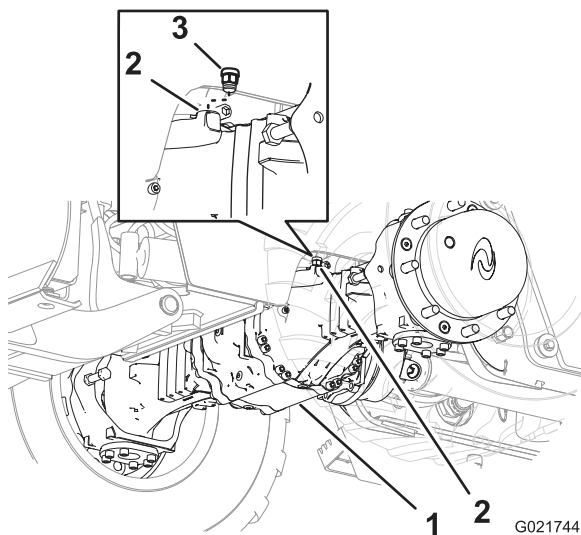
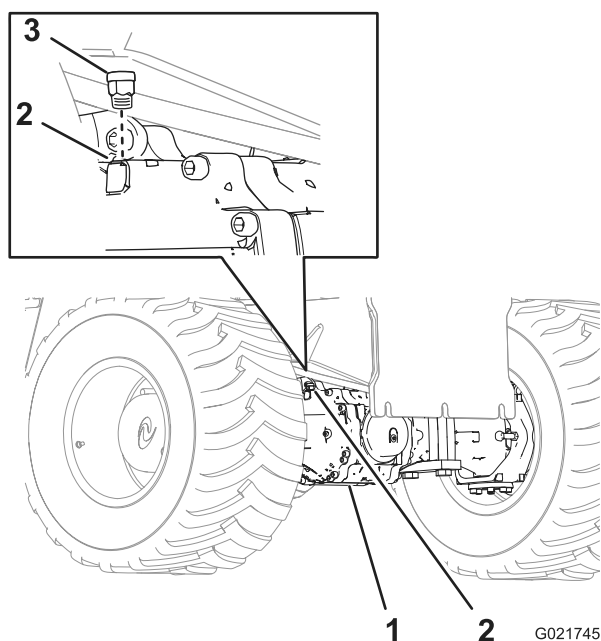

Bild 75
Bild 76
1. Reinigen Sie den Bereich um die Entlüfter mit einem Reinigungsmittel (Bild 75 und Bild 76).
6. Setzen Sie den Entlüfter in die Vorderachse ein (Bild 75).
7. Setzen Sie den Entlüfter in die Hinterachse ein (Bild 76).
2. Nehmen Sie den Entlüfter von der Vorderachse ab (Bild 75).
3. Nehmen Sie den Entlüfter von der Hinterachse ab (Bild 76).